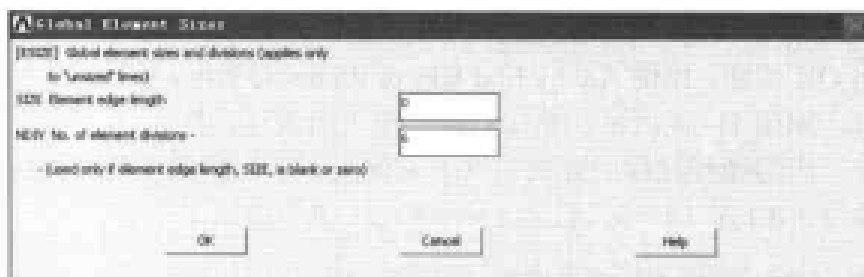

图 11-18 单元等份数设置对话框
(7) 选择 Main Menu | Preprocessor | Meshing | Size Cntrl | ManualSize | Global | Size 命令，出现 Global Element Sizes 对话框，在 NDIV No. of element division 文本框中输入 6，如图 11-18 所示，单击 OK 按钮关闭该对话框。